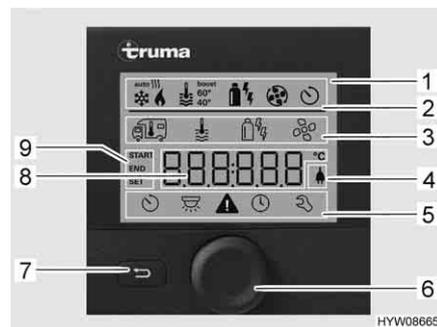

Fig. 191 Centralina di controllo con indicazioni
- Riga di stato (Fig. 191,2)
- Riga di menu in alto (Fig. 191,3)
- Area di indicazione (Fig. 191,8)
- Riga di menu in basso (Fig. 191,5)
- Premere la manopola/il pulsante (Fig. 191,6) per circa 3 secondi. Vengono visualizzate entrambe le righe di menu (Fig. 191,3 e Fig. 191,5). Il primo simbolo lampeggia.
- Ruotare la manopola/il pulsante (Fig. 191,6), finché viene visualizzato il simbolo del menu desiderato.
- Premere la manopola/il pulsante per memorizzare il valore impostato. Se il valore impostato originariamente non deve essere modificato: Premere il tasto indietro (Fig. 191,7).
- Ruotare la manopola/il pulsante (Fig. 191,6), finché il simbolo del menu del riscaldamento (Fig. 192,1) lampeggia.
- Premere la manopola/il pulsante per memorizzare il valore impostato. Il simbolo nella riga di stato lampeggia (Fig. 191,2), finché viene raggiunta la temperatura impostata. Se il valore impostato originariamente non deve essere modificato: Premere il tasto indietro (Fig. 191,7).
- Ruotare la manopola/il pulsante (Fig. 191,6), finché il simbolo del menu relativo all'acqua calda (Fig. 192,2) lampeggia.
- Premere la manopola/il pulsante per memorizzare il valore impostato. Il simbolo nella riga di stato lampeggia (Fig. 191,2), finché viene raggiunta la temperatura dell'acqua impostata. Se il valore impostato originariamente non deve essere modificato: Premere il tasto indietro (Fig. 191,7).
- Ruotare la manopola/il pulsante (Fig. 191,6), finché il simbolo del menu relativo alla modalità di funzionamento (Fig. 192,3) lampeggia.
- Premere la manopola/il pulsante per memorizzare la modalità di funzionamento impostata. Se il valore impostato originariamente non deve essere modificato: Premere il tasto indietro (Fig. 191,7).
- Ruotare la manopola/il pulsante (Fig. 191,6), finché il simbolo del menu delle ventole (Fig. 192,4) lampeggia.